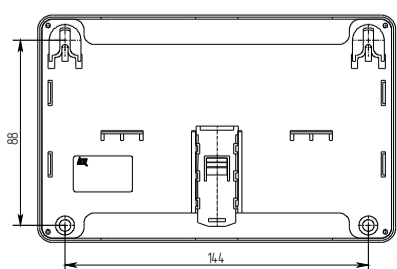

Рисунок 5
- при установке на стену (рисунок 5):